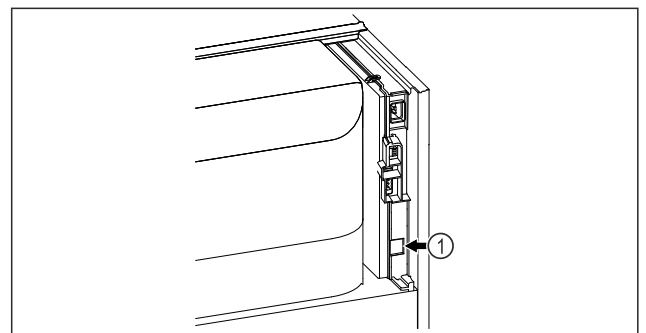

Fig. 167
- Το SmartModule Fig. 167 (1) είναι τοποθετημένο.